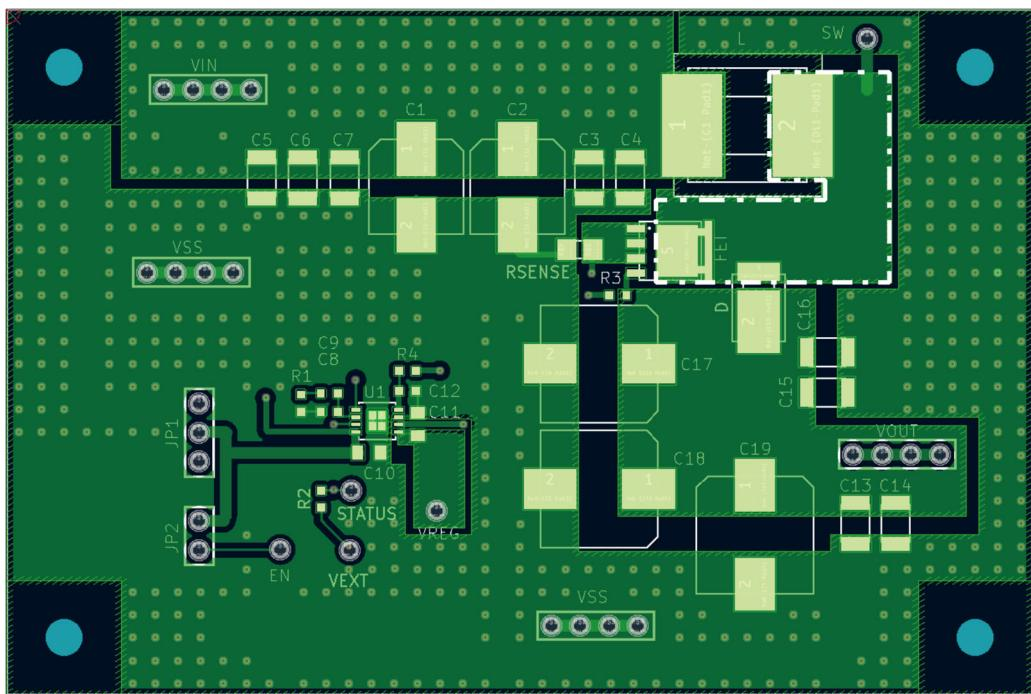

図7 TOPレイヤー (1層目)
- ・ 高周波放射ノイズを低減するため SW の配線面積 ("図7 TOPレイヤー (1層目)" の破線で示した領域) をできるだけ小さくしてください。
- ・ 涡電流による損失を避けるためインダクタ (L) の裏面の銅箔はすべてなくしてください。